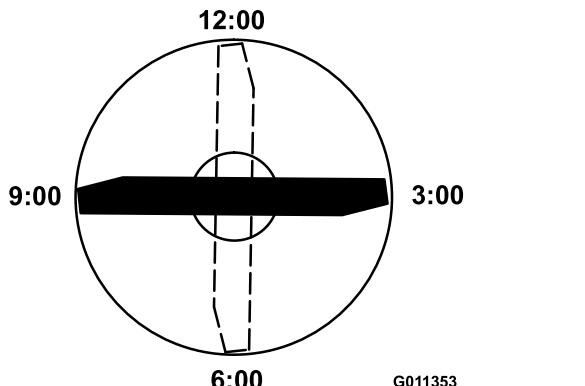

Figura 14
4. Coloque el filo de corte del extremo marcado de la cuchilla en la posición de las 12 (hacia adelante, en el sentido de la siega) (Figura 14) y mida la altura desde la mesa hasta el filo de corte de la cuchilla.
5. Gire el extremo marcado de la cuchilla a las posiciones de las 3 y de las 9 (Figura 14) y mida las alturas.